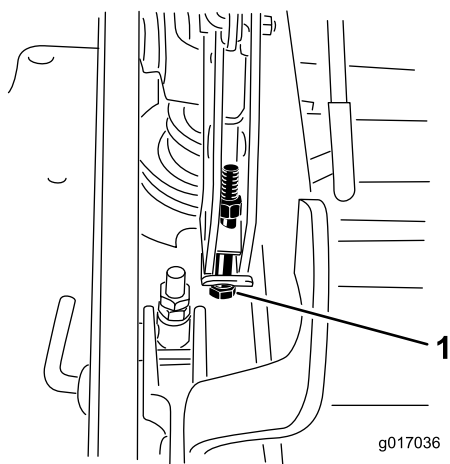

Figura 95
13. Si la carcasa está demasiado baja, apriete el perno del ajuste de un solo punto girándolo en el sentido de las agujas del reloj. Si la carcasa está demasiado alta, afloje el perno del ajuste de un solo punto girándolo en el sentido contrario a las agujas del reloj (Figura 95).